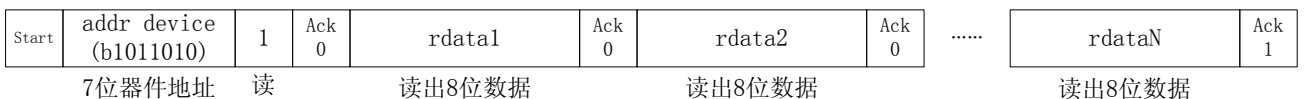

图 8.1b I²C 读操作
1. MCU 发 EG1503 的写操作地址 0xB4h, 既如图 8.1b 所示的高位 7 位器件地址的 b1011010 和写操作位 bit0 为“0”。